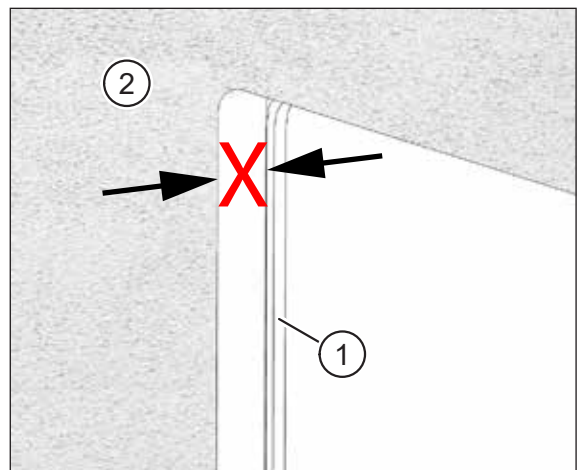

Fig. 21 : Le crépi dépasse du cadre d'encastrement
- Le crépi (pos. 2 dans Fig. 21) dépasse du cadre d'encastrement (pos. 1 dans Fig. 21).